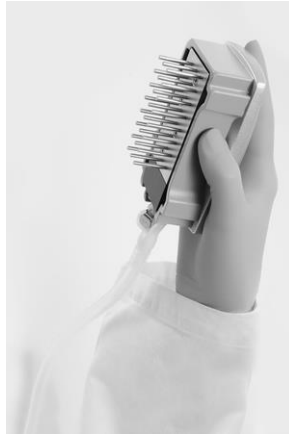

Abbildung 3. Saugkopf in der Senkrechten (über 90°)
9. Heben Sie den Vakuum-Saugkopf an und schwenken Sie ihn um mehr als 90° in die Senkrechte. Halten Sie ihn 5 Sekunden lang in dieser Position, um die Flüssigkeit aus den Filternadeln ablaufen zu lassen (siehe Abbildung 3).
14. Heben Sie den Vakuum-Saugkopf an und schwenken Sie ihn um mehr als 90° in die Senkrechte. Halten Sie ihn 5 Sekunden lang in dieser Position, um die Flüssigkeit aus den Filternadeln ablaufen zu lassen (siehe Abbildung 3).
15. Schließen Sie den Vakuumschalter am Saugkopf („Off“) und bringen Sie den Saugkopf in die Parkposition (P).